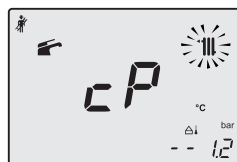

Figura 9.23
- Pulsando el botón 19 se puede modificar la potencia en modalidad deshollinador: el display LCD muestra las letras **cp** alternadas con el valor de temperatura del agua de calefacción (ej. **78**); estamos en la "función deshollinador" a la potencia máxima en calefacción (Figura 9.23);